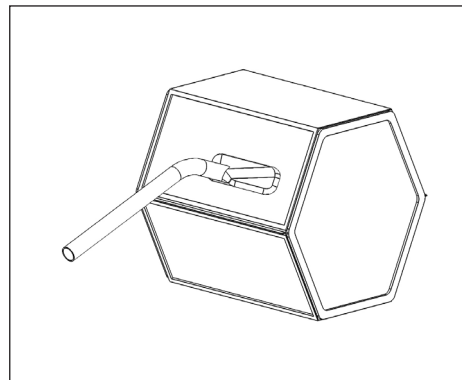

Fig. 8.p
- Pulire i ventilatori ogni anno con un aspirapolvere. La necessità di eseguire questa operazione può variare da caso in caso a seconda delle condizioni ambientali interne ed esterne. Non rimuovere mai le graffette di bilanciatura presenti sul motore (Fig. 8.k-l-o-q).